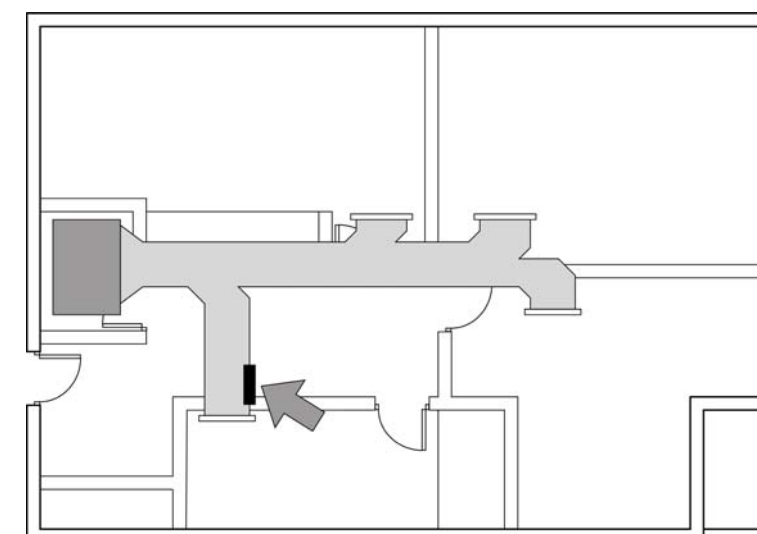

Fig. 8
- 4) En caso de, una vez realizados todos los ajustes pertinentes y quede una zona con velocidad de impulsión por encima del rango, se recomienda la utilización de una compuerta de seguridad para aliviar dicha velocidad. Este habrá de instalarse en las salidas con mayor velocidad de impulsión (Ver Fig. 8).
- 5) In case of having adjustment finished, there remains an outlet that is not within the acceptable airflow speed range, the usage of a Security Bypass Damper is required. It should be installed on this outlet (See Fig. 8).
- 5) Dans le cas où, une fois tous les réglages effectués, la vitesse de soufflage d'une zone reste supérieure à la limite préconisée, il est recommandé d'utiliser un registre de sécurité pour diminuer cette vitesse. Celui-ci devra s'installer au niveau des bouches présentant les vitesses de soufflage les plus élevées (Voir Fig. 8).
- 5) Nel caso in cui, una volta realizzata l'equilibratura sussista una zona con velocità in uscita troppo elevate, si raccomanda l'installazione di una serranda di sovrappressione (Vedere Fig. 8).